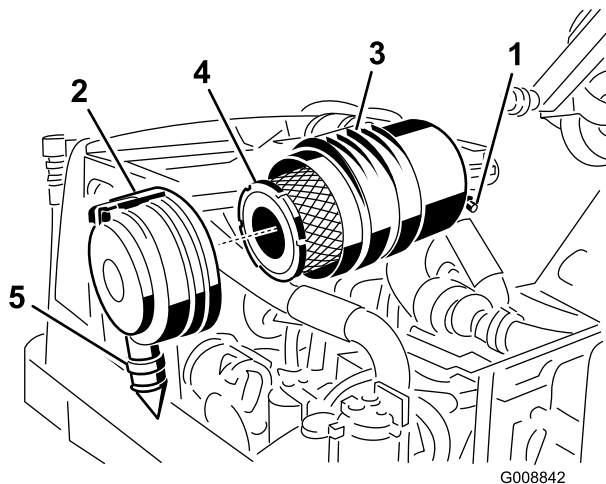

Figure 54
Faites l'entretien du filtre à air uniquement quand l'indicateur de colmatage (Figure 54) indique que cela est nécessaire. Changer le filtre à air prématurément ne fait qu'accroître le risque de contamination du moteur par des impuretés quand le filtre est déposé.
1. Tirez le verrou vers l'extérieur et tournez le couvercle du filtre à air dans le sens anti-horaire (Figure 54).
2. Enlevez l'élément principal (Figure 54). Il est déconseillé de nettoyer les éléments usagés car cela risque d'endommager le matériau du filtre. Vérifiez que le filtre de rechange n'a pas été endommagé pendant le transport. Vérifiez l'extrémité d'étanchéité du filtre et du corps. N'utilisez pas l'élément s'il est
6. Montez le couvercle en dirigeant la valve de sortie en caoutchouc (Figure 54) vers le bas, entre 5:00 et 7:00 heures environ vu de l'extrémité. Fermez le verrou.